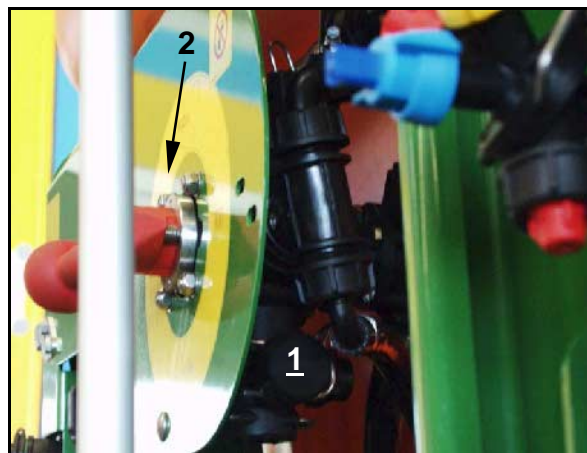

Fig. 225
8. Entfernen Sie die Kappe (Fig. 225/1) vom Prüf-Anschluss der VARIO-Schaltung-Druckseite (Fig. 223/6) bzw. (Fig. 225/2).